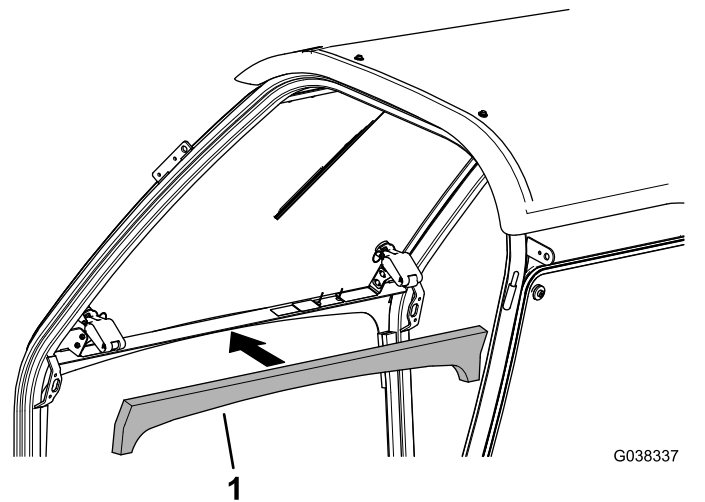

Figure 10
3. Mettez en place le joint en mousse avant **si ce n'est pas déjà fait** (Figure 10).